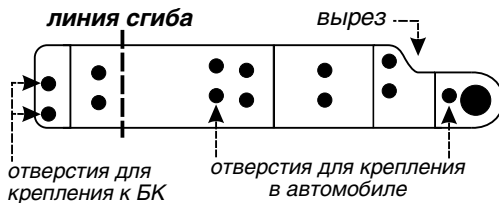
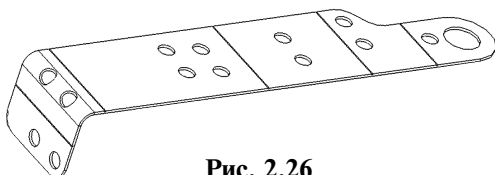

Рис. 2.25
Рис. 2.26
8. Бортовой компьютер устанавливается на двух кронштейнах. Кронштейн, внешний вид которого приведен на рис.2.25, представляет собой металлическую пластину.
9. Согните пластины по линии сгиба, рис. 2.25, под прямым углом, как показано на рис. 2.26, сгибайте кронштейны в противоположные стороны (зеркально), учитывая, что кронштейны будут устанавливаться один с правой, другой с левой стороны.